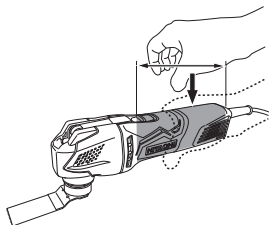

Fig. 1
1. Maintenez toujours fermement l'outil avec une main sur le logement (Fig. 1). Ne pas toucher la partie en métal.